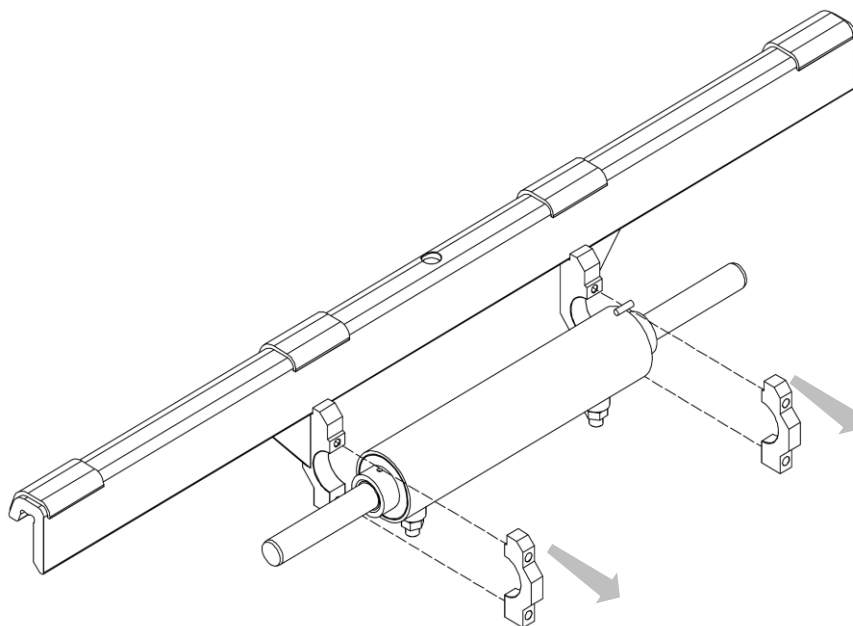

Abbildung 22
3. Entfernen Sie die vorderen Halbklemmringe und nehmen Sie den Zylinder weg von seinem Sitz (siehe *Abbildung 22*).